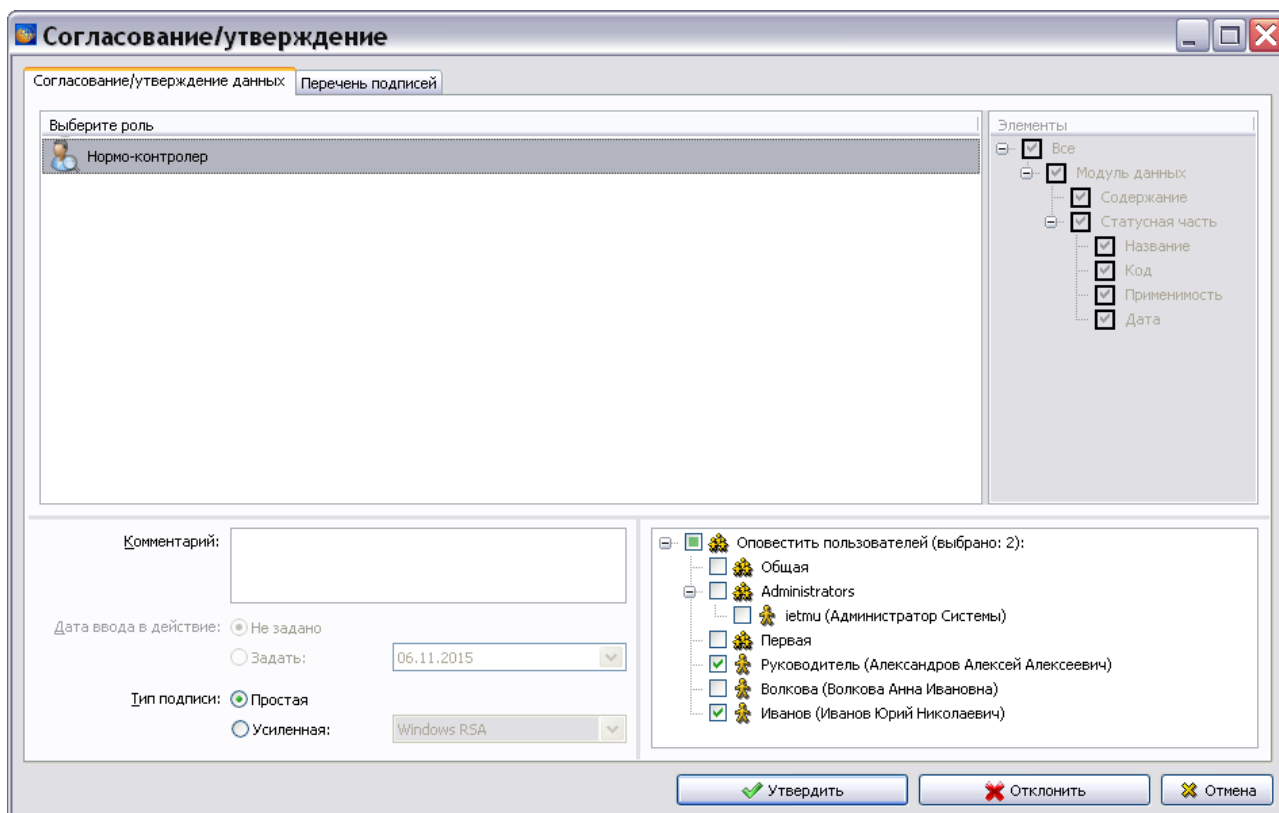

Рис. 19.17
1. Выделите версию МД и нажмите на кнопку **Утвердить** . После этого появится окно **Согласование/Утверждение** (Рис. 19.17).